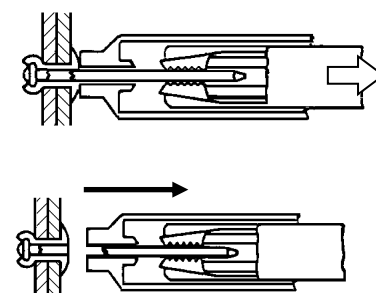

図5-5
- (4) グリップ部を握りレバーを閉じてください。マンドレルが破断し、リベットが締結されます。(図5-5)